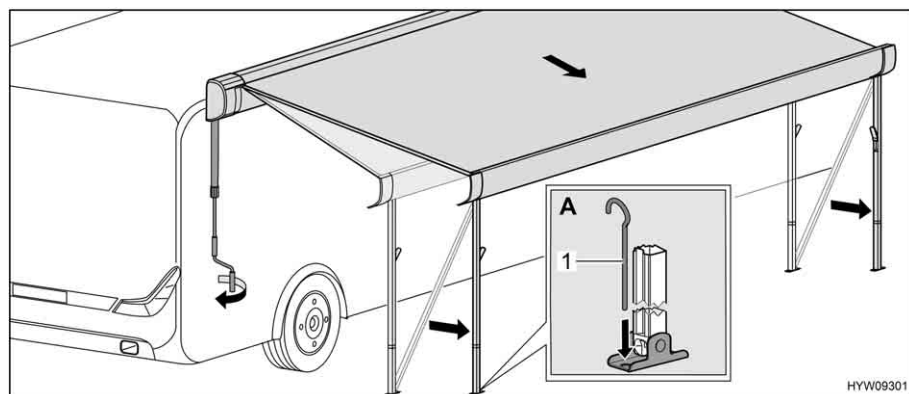

Fig. 47 Collocazione della tenda nella posizione finale
- Servendosi di puntelli (Fig. 47,1), fissare a terra i montanti di supporto (Fig. 47,A).